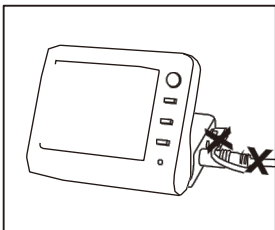

図3
- 1) 測定用リード線またはテストハンドセットを取り外します (図3)。